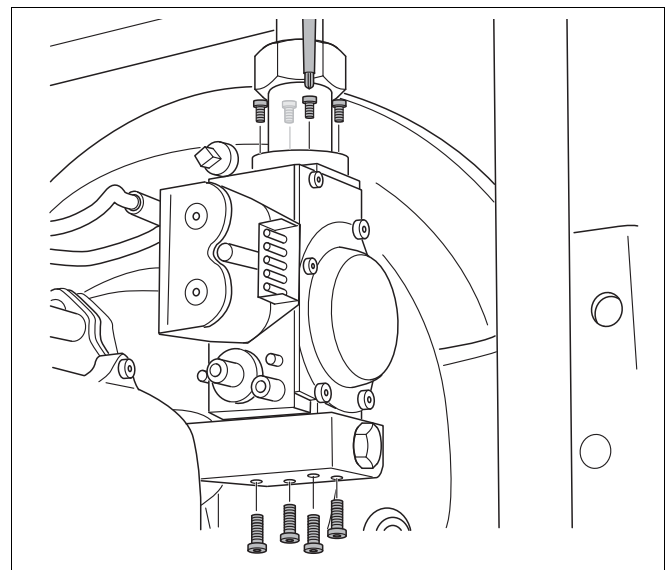

Рис. 42 Отвинчивание винтов
- Отверните по четыре винта (рис. 42) на входе и выходе газовой арматуры.
- Равномерно затяните по четыре винта на входе и выходе газовой арматуры (рис. 42, стр. 43).